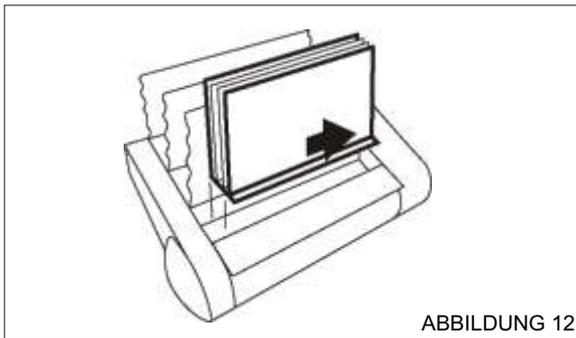
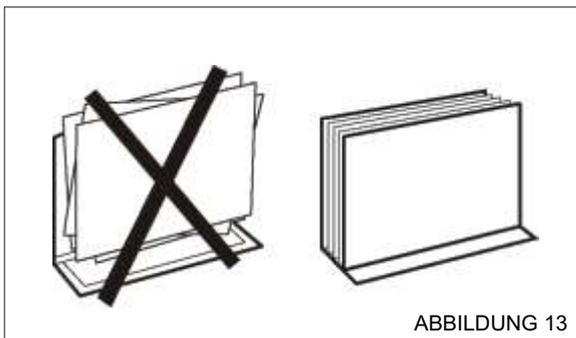

ABBILDUNG 12
ABBILDUNG 13
5. Legen Sie das komplett zusammengestellte Dokument mit der Seitenkante in die Bindeöffnung und schieben Sie das Dokument bis zum Anschlag nach rechts (siehe Abbildung 12). Schlagen Sie von oben und von der linken Seite leicht gegen das Dokument, um sicherzustellen, daß alle Seiten bündig miteinander abschließen (siehe Abbildung 13). Überprüfen Sie, ob die Dokumentenkante mit der Kante des Halfback™-Einbanddeckels fluchtet.